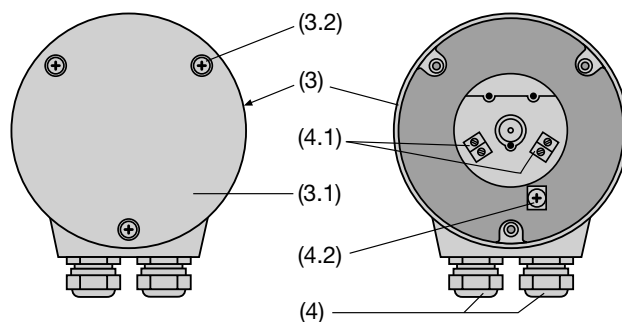

Fig. 6. Parte posteriore (3) con morsetti (4.1) e (4.2) e pressacavo (4).
La variante con **morsetti a vite** montati direttamente nel convertitore e con i **pressacavo** è composta da 4 morsetti (4.1) e 1 morsetto di terra (4.2) posto nella parte posteriore del convertitore (3), vedi Fig. 6. Questi morsetti sono previsti per fili di sezione max. 1.5 mm², essi sono accessibili levando il coperchio (3.1).
- ... con **morsetti a vite e pressacavo**, rimuovere le 3 viti (3.2) e il coperchio (3.1), (Fig. 6, a sinistra).
... con **morsetti a vite** e **pressacavo**, svitare le 3 viti (3.2) e togliere il coperchio (3.1) (Fig. 6, a sinistra).